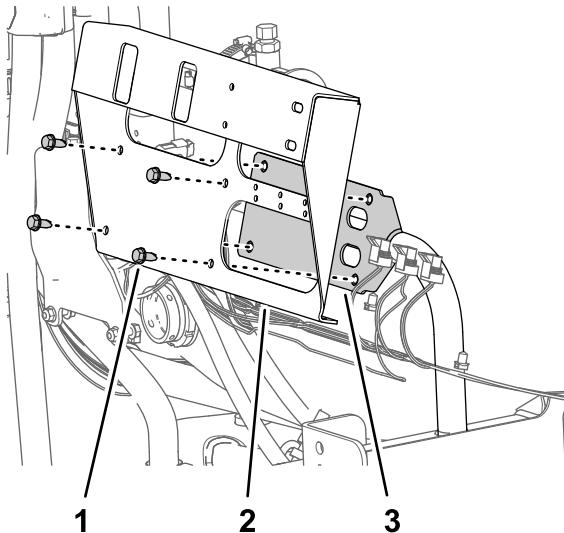

Figura 71
- Retire os quatro parafusos de cabeça flangeada (5/16 x 3/4 pol.) que prendem o suporte da válvula de secção da montagem da válvula e retire o suporte da válvula da máquina (Figura 71).